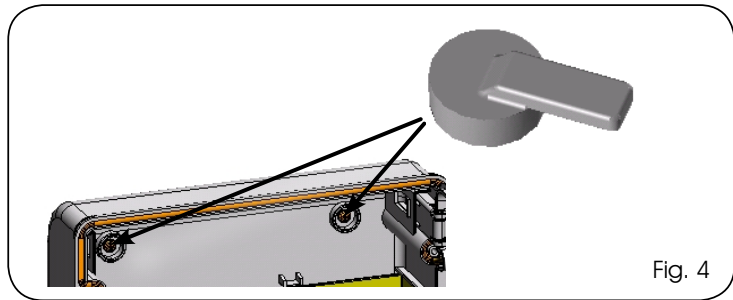

Fig. 4
Eseguito il fissaggio della cassetta nella posizione prescelta, coprire i fori di fissaggio (rif. ① Fig. 2) e le viti utilizzate con i tappi in dotazione come da Fig. 4.